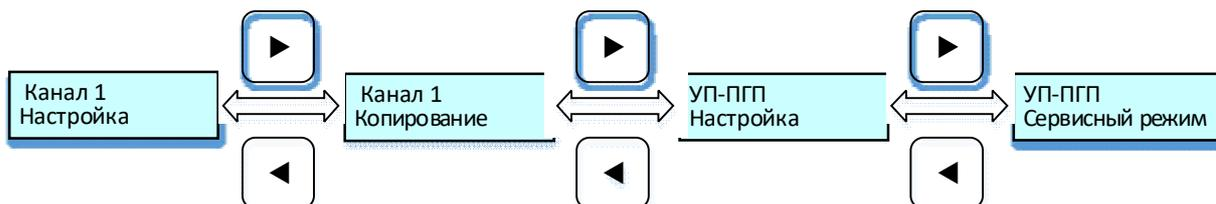

Рисунок 9 – Циклограмма выводимых сообщений на дисплей при настройке УП-ПГП с канальными платами при *включённом* канале
2.4.3.11 При *включённом канале*, для которого вызвано меню, основное меню УП-ПГП выглядит следующим образом (см. рис. 9). Меню позволяет:
б) выбрать в основном меню УП-ППП (рис. 9) кнопками «◀» или «▶» пункт меню «Канал № Настройка»;